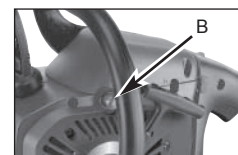

Fig. 9C
3. Poussez sur la pompe d'amorçage (B) 5 fois MAX. (Fig. 9C)